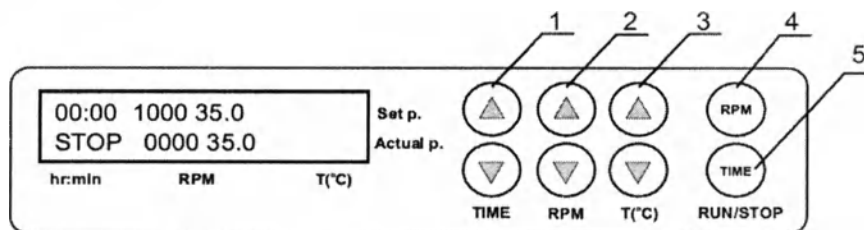

Рисунок 1 – Панель управления
С помощью кнопок “▲” и “▼” (Рис. 1/1) установите необходимый интервал времени в часах и минутах (шаг – 1 мин). При длительном нажатии кнопки шаг смены значений увеличивается.
С помощью кнопок “▲” и “▼” (Рис. 1/2) установите необходимое количество оборотов в минуту (шаг – 10 об/мин). При длительном нажатии кнопки шаг смены значений увеличивается.
С помощью кнопок “▲” и “▼” (Рис. 1/3) установите необходимую температуру (шаг – 0.1 °C). При длительном нажатии кнопки шаг смены значений увеличивается.
1. Нажмите кнопку **RPM-RUN/STOP** (Рис. 1/4). При этом начинается движение платформы, и таймер начнет отсчет установленного интервала времени (с точностью до 1 мин).
- При необходимости можно перезапустить таймер во время его работы. Для этого дважды нажмите кнопку **TIME-RUN/STOP** (Рис. 1/5), первый раз для остановки таймера и второй – для повторного запуска.
По истечении заданного интервала времени, движение платформы прекращается автоматически, но нагрев можно прекратить, только уменьшая значение температуры кнопкой "▼" Т, °С (Рис. 1/3, нижняя клавиша) до появления индикации OFF в верхней части дисплея.